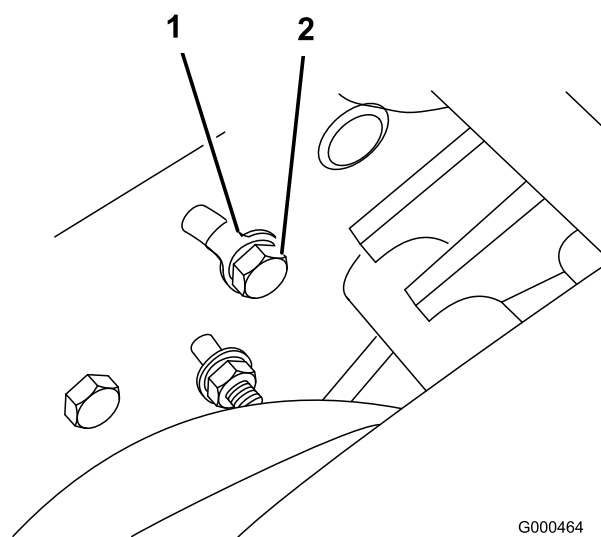

Figura 40
- A. Desaperte a cavilha, localizada na parte de trás da placa lateral, que fixa o suporte intermédio à placa lateral (Figura 40).